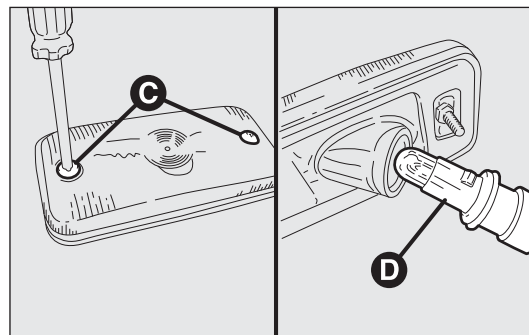

fig. 193
- svitare le due viti di fissaggio C-fig. 193 e rimuovere il fanale;